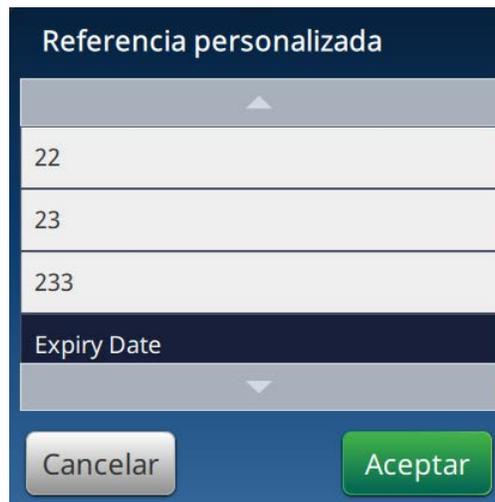

Figura 6-12: Lista Referencia personalizada
8. Seleccione Expiry Date (Fecha de caducidad) en la lista Referencia personalizada, como se muestra en la Figura 6-12.
14. Seleccione Fecha de caducidad en la lista Referencia de campo personalizada, como se muestra en la Figura 6-12 en la página 6-16.